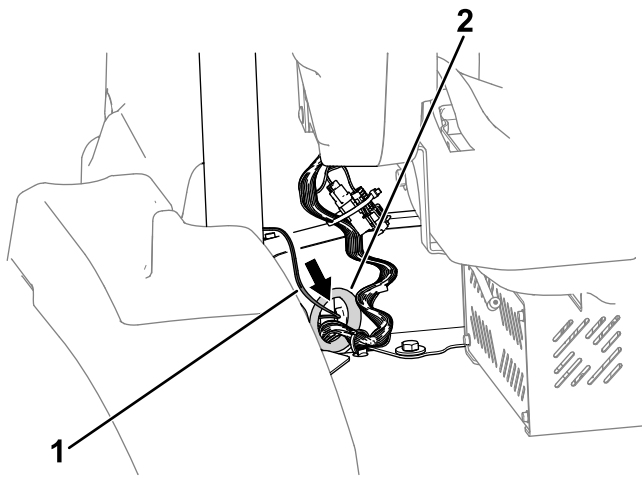

Figura 6
3. Encaminhe a ponta da cablagem identificada com P09 através dos ilhó da plataforma (Figura 6).